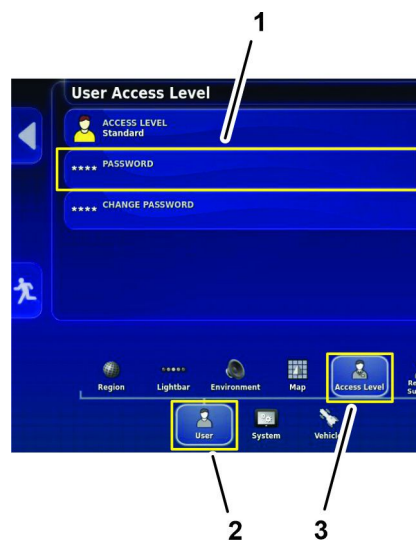

Рисунок 281
4. На экране настройки нажмите на значок USER (ПОЛЬЗОВАТЕЛЬ) и затем на значок ACCESS LEVEL (УРОВЕНЬ ДОСТУПА) (Рисунок 281).
5. Нажмите значок PASSWORD (ПАРОЛЬ) (Рисунок 281).